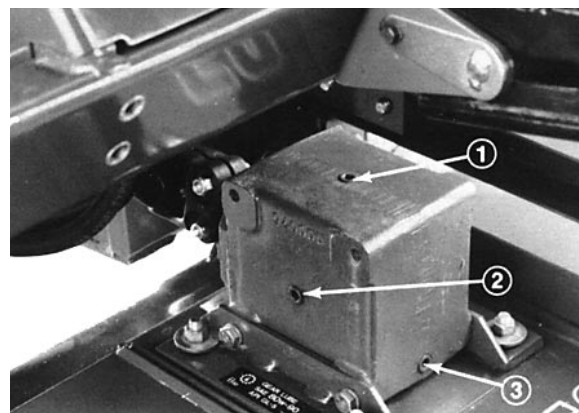

Fig. 2
2. Rimuovere il tappo di verifica da un lato della scatola degli ingranaggi e controllare che il lubrificante raggiunga la base del foro (Fig. 2). Se il livello è basso, rimuovere il tappo di riempimento sopra la scatola degli ingranaggi, e rabboccare con lubrificante fino alla base del foro laterale.